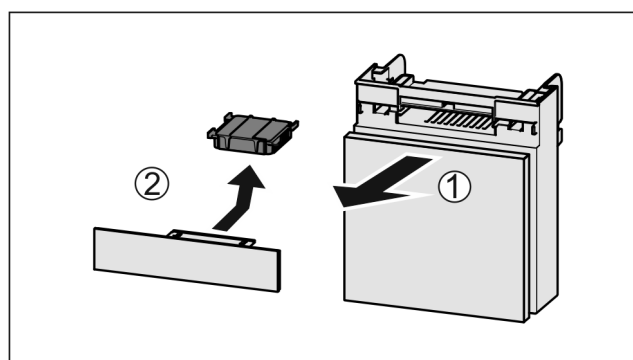

Fig. 165
- Zásuvku vytáhněte dopředu Fig. 165 (1).
- Filtr s aktivním uhlím vyjměte Fig. 165 (2).